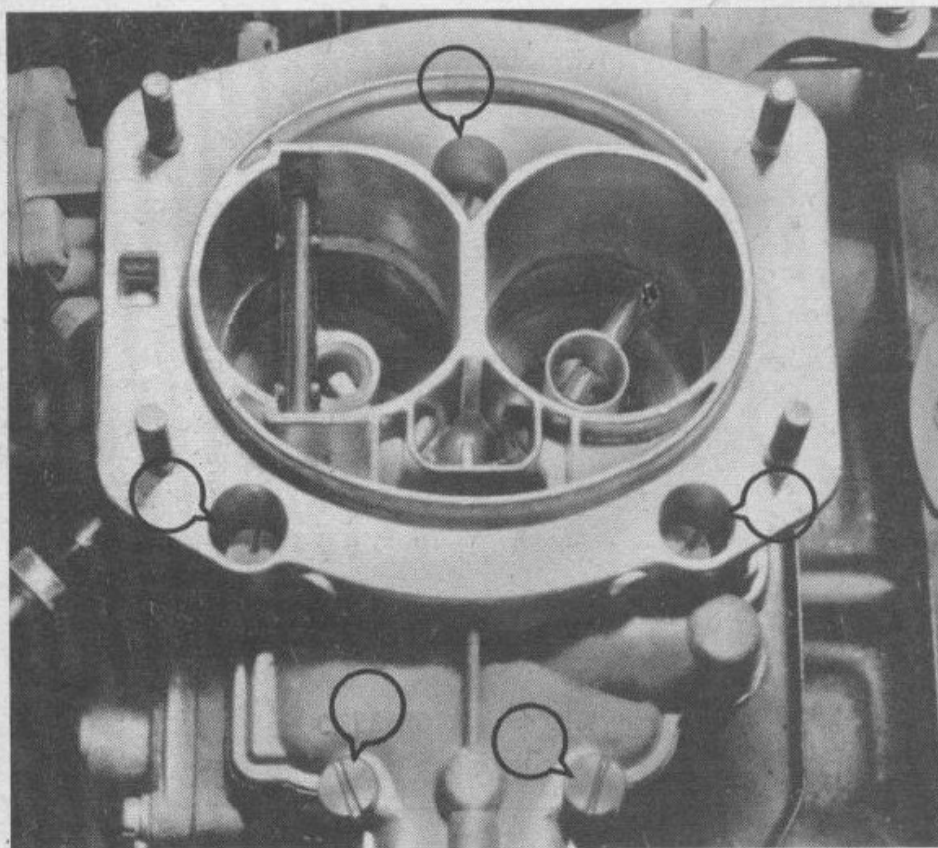

Bild 3-9
- beim WAS-Vergaser die 5 Schrauben – 3 davon sitzen vertieft in Bohrungen – vorerst nur zu lösen, das Teleskopgestänge am Hebel der Starteinrichtung auszuhängen und jetzt erst, wenn letzteres gelungen ist, die bereits erwähnten 5 Schrauben endgültig herauszudrehen (Bild 3-9).